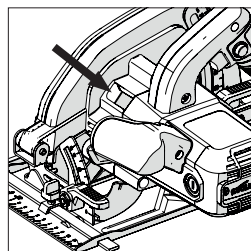

Рис. 3
- Найдите кнопку блокировки вала устройства (расположение на всех устройствах аналогичное). С помощью кнопки блокировки шпинделя заблокируйте шпиндель циркулярной пилы. (Рис. 3).